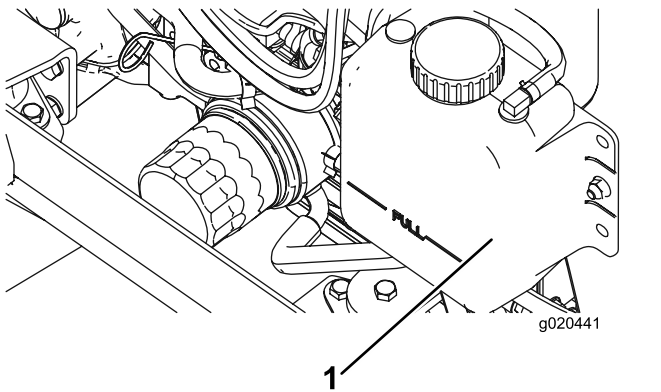

Bild 88
1. Nehmen Sie den Kühlerdeckel und den Deckel des Ausdehnungsgefäßes vorsichtig ab (Bild 88).